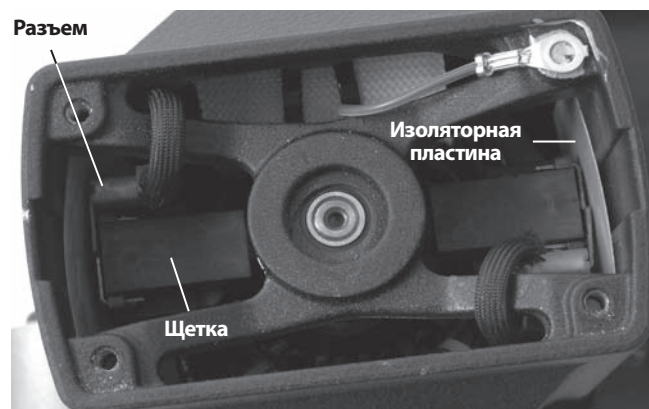

Рис. 12 – Установка щетки на двигателе со снятой крышкой
- С помощью плоскогубцев извлеките наружу щетки электродвигателя. Отсоедините разъем. (См. рис. 12.)